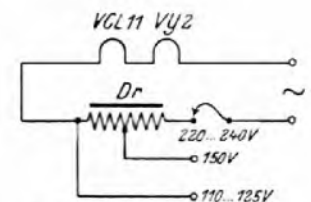

Bild 2. Die umschaltbare Drossel im Heizkreis für verschiedene Netzspannungen.
Der mit einer Drossel bestückte Heizkreis für den DKE ist aus Bild 2 ersichtlich. Der Vorteil der Drossel gegenüber einem Kondensator besteht darin, daß sie für alle Spannungen verwendbar ist. Während bei 220 Volt die gesamte Drossel angeschlossen bleibt, ist bei einer Spannung von 150 Volt nur eine Anzapfung notwendig, die den Blindwiderstand entsprechend der niedrigeren Spannung herabsetzt. Nach Gleichung (4) bedeutet das auch, daß mit abnehmender Netzspannung die Induktivität kleiner wird. Bei der Verwendung eines Kondensators sind die Größenverhältnisse gerade umgekehrt. Aus der Formel  $C = \frac{1}{\omega \cdot R_C}$  ist zu er-
Bild 2. Dasselbe Gerät (mit Hf-, Misch-, Zf-, 2 Zf-, Gleichrichter, Nf-, -Endstufe, und Zf-Überlagerer für Telegraphieempfang, der selbstverständlich weggelassen werden kann) im Querschnitt. Man beachte die gute Zugänglichkeit der Trimmer und Spulenkern durch die Löcher im Gehäuseboden. Der Netzteil wird gesondert mit den Lautsprechern neben das Gestell gesetzt.